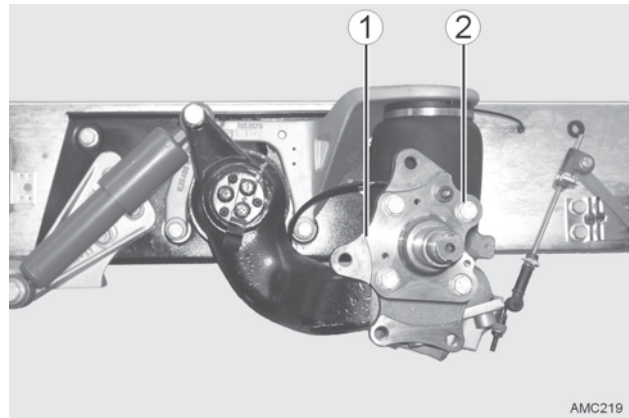

Bild 43
8. *Achsstummel (Bild 43 - 1) gem. Montageanweisung des Basisfahrzeugherstellers abbauen.*
- 4 Schrauben M14x55 (Bild 43 - 2):